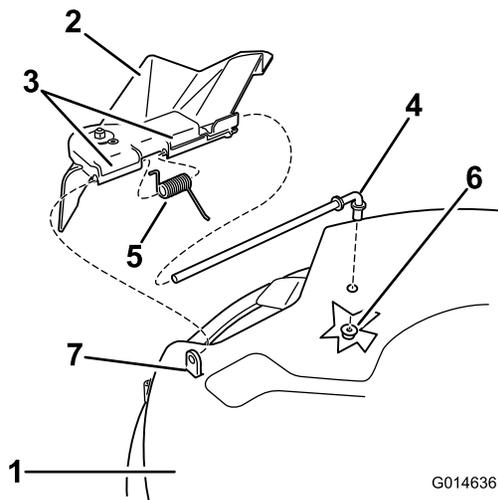
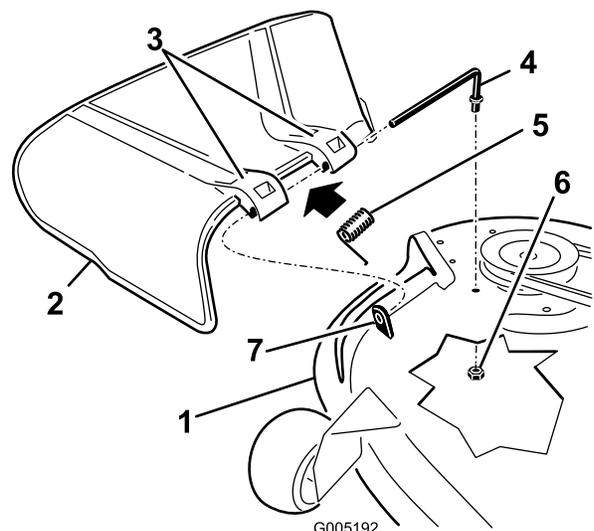

Bild 66
Bild 67
1. Machen Sie die in Bild 66 und Bild 67 gezeigten Teile ausfindig.
2. Nehmen Sie die Mutter (3/8") aus der Stange unter dem Mähwerk ab (Bild 67).
3. Schieben Sie die Stange aus dem kurzen Vorsprung, der Feder und dem Ablenklech (Bild 67).
5. Montieren Sie das Ablenklech (Bild 67).
7. Setzen Sie die Feder mit den Enddrähten nach unten auf die Stange, zwischen die Ablenklechhalterungen. Schieben Sie die Stange durch die zweite Halterung am Grasablenkblech (Bild 67).
9. Befestigen Sie das hintere Stangenende mit einer Mutter (3/8") am Mähwerk, wie in Bild 67 abgebildet.